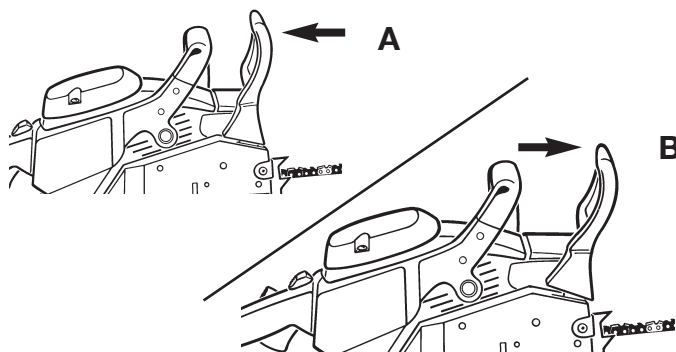

Fig. 30
1. El Freno de Cadena® está **DESACTIVADO** (la cadena se mueve) cuando la **PALANCA DE FRENO ESTÁ HACIA ATRÁS Y BLOQUEADA** (A, Fig. 30).
2. El Freno de Cadena® está **ACTIVADO** (la cadena está detenida) cuando la palanca de freno está hacia delante. No debe poder mover la cadena (B, Fig. 30).